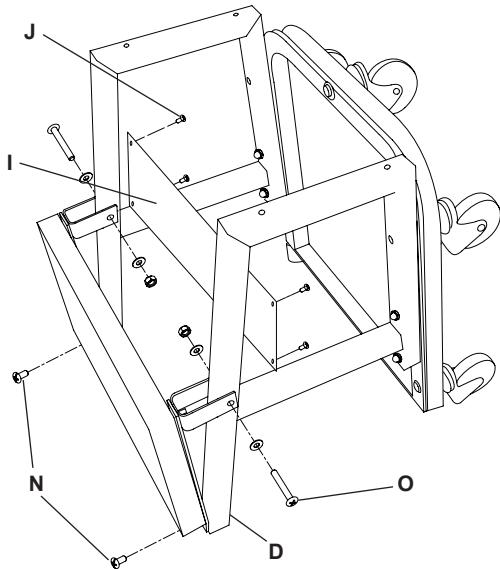

Figura 3: Fijación del asiento de la plataforma rodante
- Fije el asiento de plataforma rodante a los marcos laterales (D) de la marco de la rueda (F) con dos tornillos Phillips M6 x 40 (O), con arandelas (L) y tuercas (N), y dos tornillos Phillips M6 x 12 (J) (Figura 3).